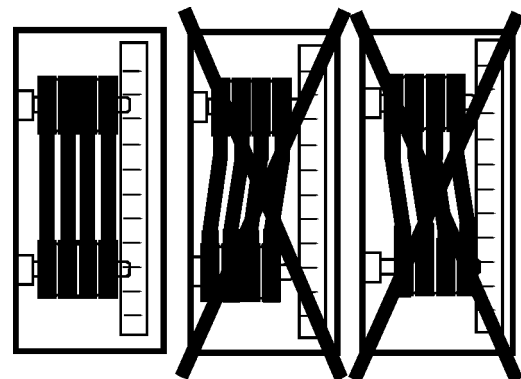

Figura 16. Parallelismo della cinghia trapezoidale
2. Controllare il parallelismo uniforme (figura 16) delle cinghie trapezoidali e della puleggia (a gola). Utilizzare un regolo o squadra a cappello su entrambe le pulegge e regolarle fino a che non sono allineate allo stesso modo.